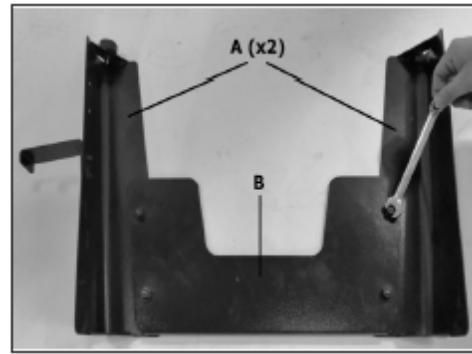

Рис. 4
1. Установить две ноги (рис. 4, А) и одну соединительную пластину (рис. 4, В) с помощью болтов M8x16 с квадратным подголовником, с плоской и пружинной шайбой на 8 мм и гаек M8. Тоже самое следует выполнить и с двумя другими ногами и одной соединительной пластиной.